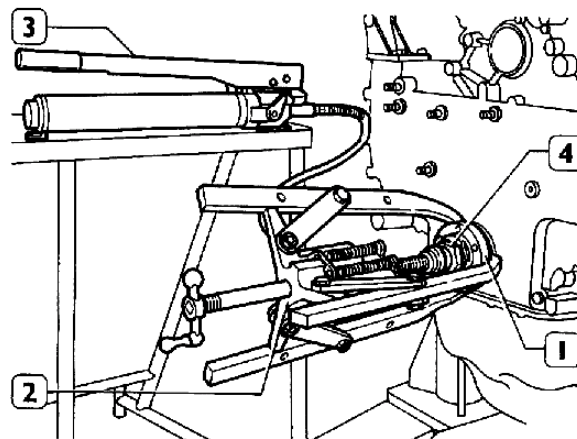

Figura 12
7. Instalar la herramienta apropiada (1) en el volante (2) y aflojar totalmente la tuerca (4, figura 12) de fijación del cubo del volante del amortiguador. Tal operación evita eventuales solturas imprevistas del cubo durante la remoción.